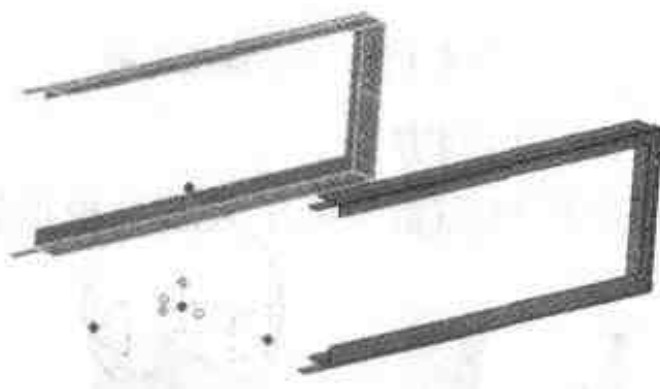
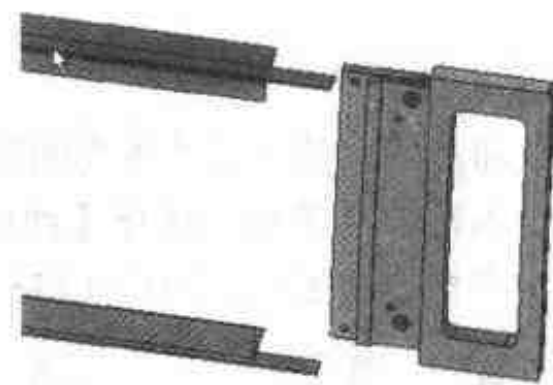

图 4.128 生成右边框
图 4.129 放置手把零件
- (5) 结果在设计环境得到左边框的镜像零件(右边框), 如图 4.128 所示, 最后关闭【三维球】。
- (6) 选择【文件】|【插入】|【零件/装配】命令, 将手把零件插入到目前的环境。
- (7) 选择手把零件, 用三维球工具将手把零件的空间位置调整到如图 4.129 所示的位置。